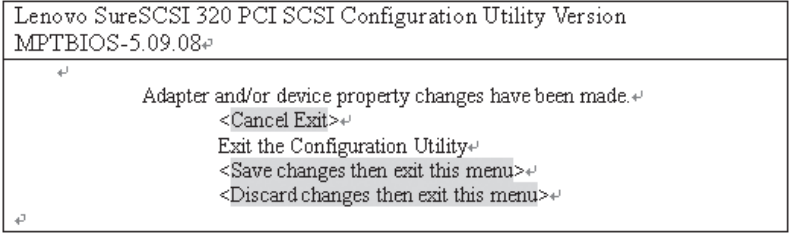

图 4-20
- 3. 在完成设置后，按 <ESC> 退出，将弹出如图 4-20 所示提示：